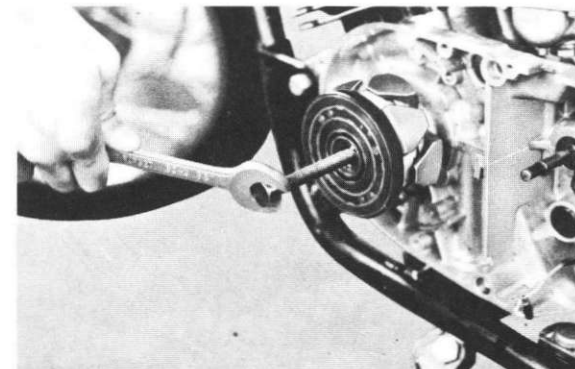

Fig. 4-1-9
9. Remove the rotor assembly with the armature puller bolt or shock puller. (Fig. 4-1-9)
9. Retirez l'ensemble du rotor à l'aide d'un boulon d'extraction ou d'un extracteur à percussion. (Fig. 4-1-9)
9. Läuferereinheit mit Hilfe des Läuferabziehbolzens oder der Schlagabziehvorrichtung abziehen. (Abb. 4-1-9)